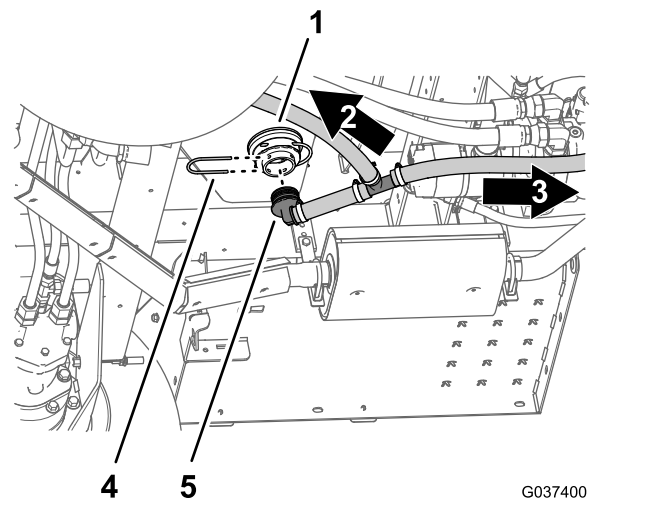

Figure 28
1. Retirez l'étrier qui fixe le raccord à 90° de flexible au raccord adaptateur au bas de la pompe du pulvérisateur (Figure 28).
2. Débranchez le raccord de flexible à 90° du raccord adaptateur (Figure 28).